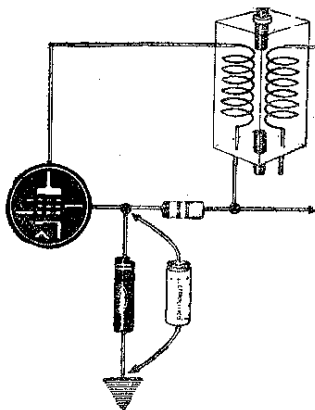

Fig. 71
**208** Inserire tra griglia schermo della valvola amplificatrice di MF e la massa un condensatore elettrolitico della capacità di 8 mF (fig. 71).